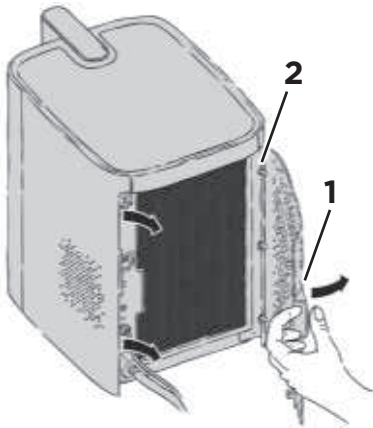

Abb. 10
- Ziehen Sie die Rückwand am Griff von der Rückseite weg (Abb. 10/1).
↳ Die Rückwand löst sich aus der Einrastung (Abb. 10/2).